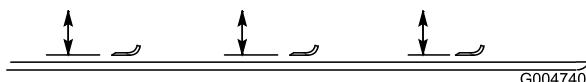

Figura 91
- Gire la cuchilla hasta que los extremos estén orientados hacia adelante y hacia atrás (Figura 91). Mida desde el interior de la unidad de corte al filo de corte en la parte delantera de la cuchilla. Anote esta dimensión.